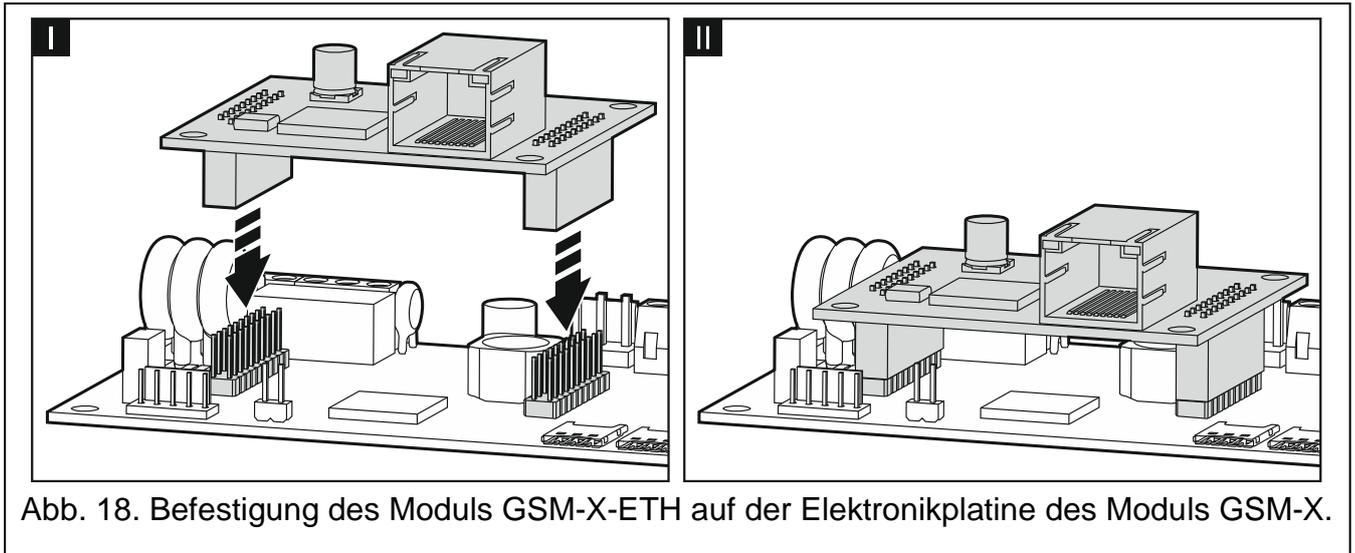

Abb. 18. Befestigung des Moduls GSM-X-ETH auf der Elektronikplatine des Moduls GSM-X.
3. Montieren Sie das Ethernetmodul GSM-X-ETH in den Anschlüssen auf der Elektronikplatine des Moduls GSM-X (Abb. 18).